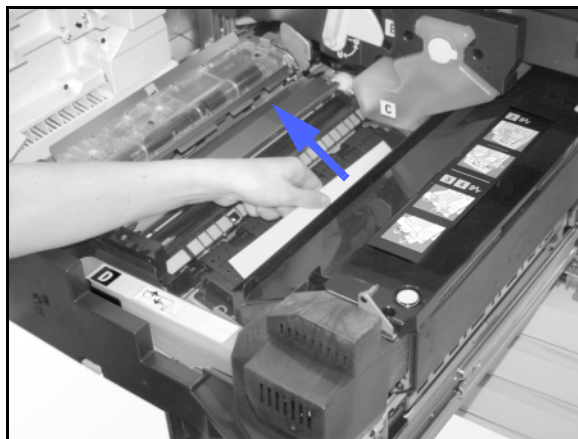

Figure 11 : Zone 2 du module four
- 5** Retirez toute feuille bloquée à l'entrée de la zone du module four (zone 2) en la tirant vers la gauche (voir la figure 11).